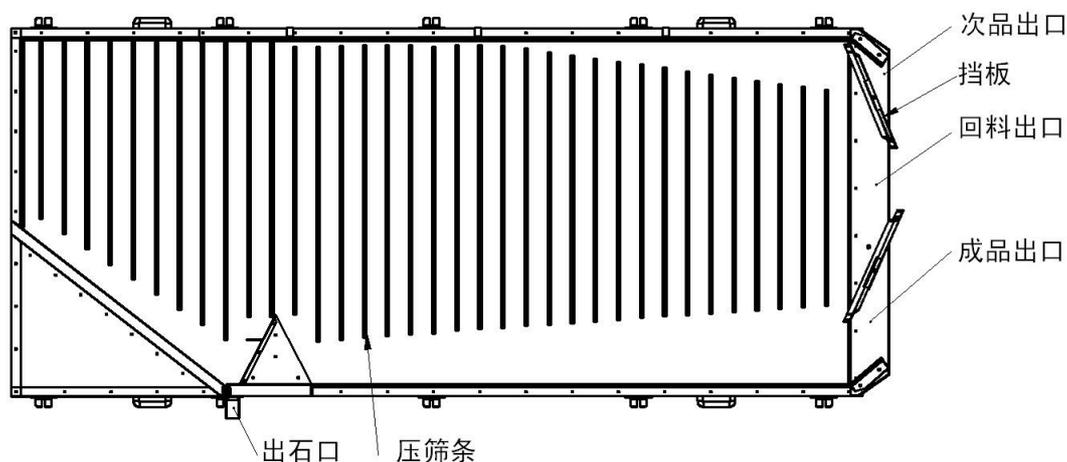

图2 筛体布置平面图
- 2、筛体《2》由特制的木框上面固定着两层筛网，木框与振动架《1》用螺栓连接在一起。振动架《1》与风室《4》之间用帆布进行软连接，用于闭风，保证风力。筛体（如图 2）是吹式比重精选机的关键部件，其上面横向固定着横条金属“肋板”，以利于重料爬向较高处，在出料处设有两个调整挡板，用来分出不同等级的产品（成品、次品、回料）。在进料斗对面网边上设有去石口。筛体《2》有螺栓固定在振动架《1》上，可随时取下进行清理、修复、更换。